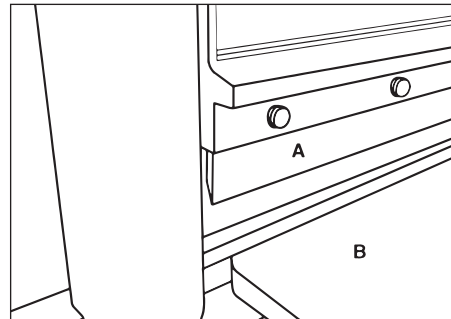

IMAGEN 9
2. Una vez ya haya afilado o reemplazado la cuchilla, podrá re instalarla. Coloque la cuchilla en posición. Allen removidos previamente, utilizando la llave hexagonal. (Imagen 9-A) con el borde plano mirando hacia la mesa (Imagen 9-B). Asegúrese que la superficie de montura y la cuchilla se encuentren limpios, re instale la cuchilla con los siete tornillos con cabeza